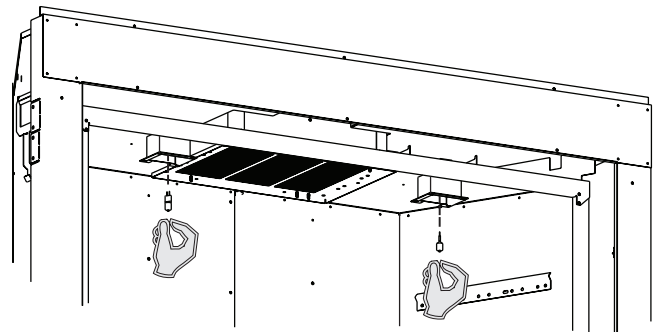

Figure 78
2. Démonter l'ampoule usagée et la remplacer par une a neuve. **Voir Figure 78.**